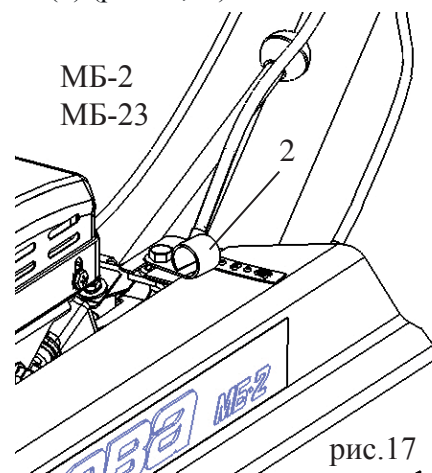

рис.17
Провести трос сцепления через мотоблок, как показано на схеме в приложении 2 (стр.20) и обязательно продеть трос сцепления через направляющую (2) рис.17;18). Крючок пружины троса (5) зацепить за скобу (4). Нажав рукой на рычаг сцепления (6) завести наконечник оболочки троса (2) в упор (3) (рис.23). Отрегулировать нажим натяжного шкива рычага сцепления (8) с помощью винта (10) и гайки (11) (рис.24).
7. Установить защитный кожух (1) и закрепить (рис.3). Установить направляющую троса (2) (рис.17;18).